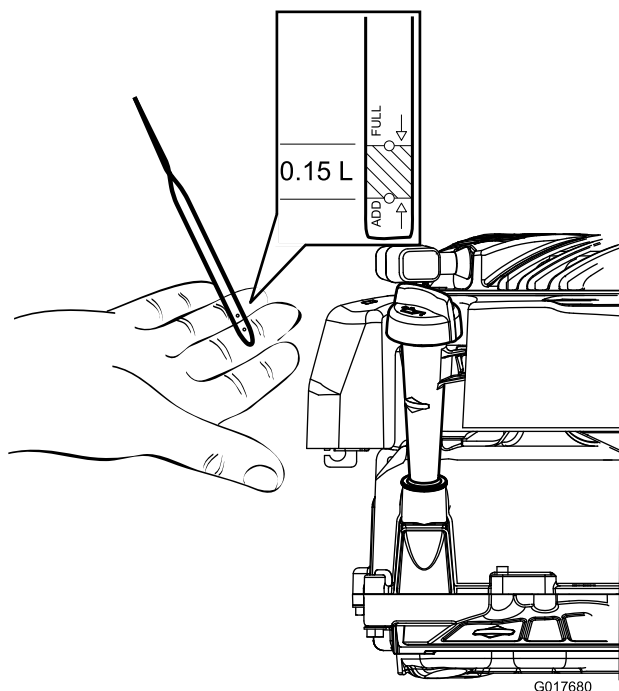
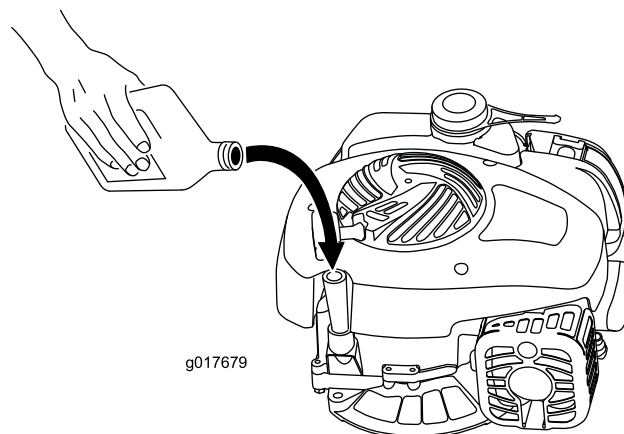

Figure 5
Figure 6
1. Retirez la jauge (Figure 5).
2. Versez de l'huile avec précaution dans le goulot de remplissage pour faire monter le niveau de liquide jusqu'au repère du plein (Full) sur la jauge (Figure 5 et Figure 6). Après avoir fait l'appoint d'huile, patientez 3 minutes avant de contrôler le niveau d'huile avec la jauge. Ne remplissez pas excessivement. (Niveau max. : 0,47 l, type : huile détergente SAE 30, classe de service API SF, SG, SH, SJ, SL ou supérieure.)